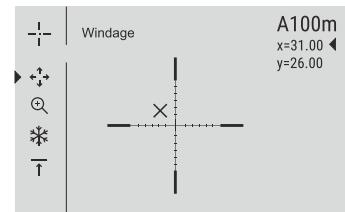

Fig.5
- Se il punto di impatto non corrisponde al punto di mira (centro del reticolo del cannocchiale), tenere premuto il tasto M (4) per accedere al menu principale.
- Nel centro del display compare una croce ausiliaria X, con le relative coordinate X e Y nell'angolo in alto a destra (vedere la fig. 5).
- Cambiare la direzione di spostamento della croce ausiliaria da orizzontale a verticale con una pressione breve sul tasto M (4).